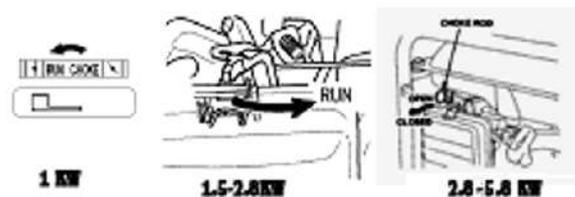

Рис.13
3. Поверніть важіль повітряної заслінки карбюратора в положення ON («УВИМК.»). Цього не потрібно робити, якщо двигун перебуває в розігрітому стані (Рис.13).